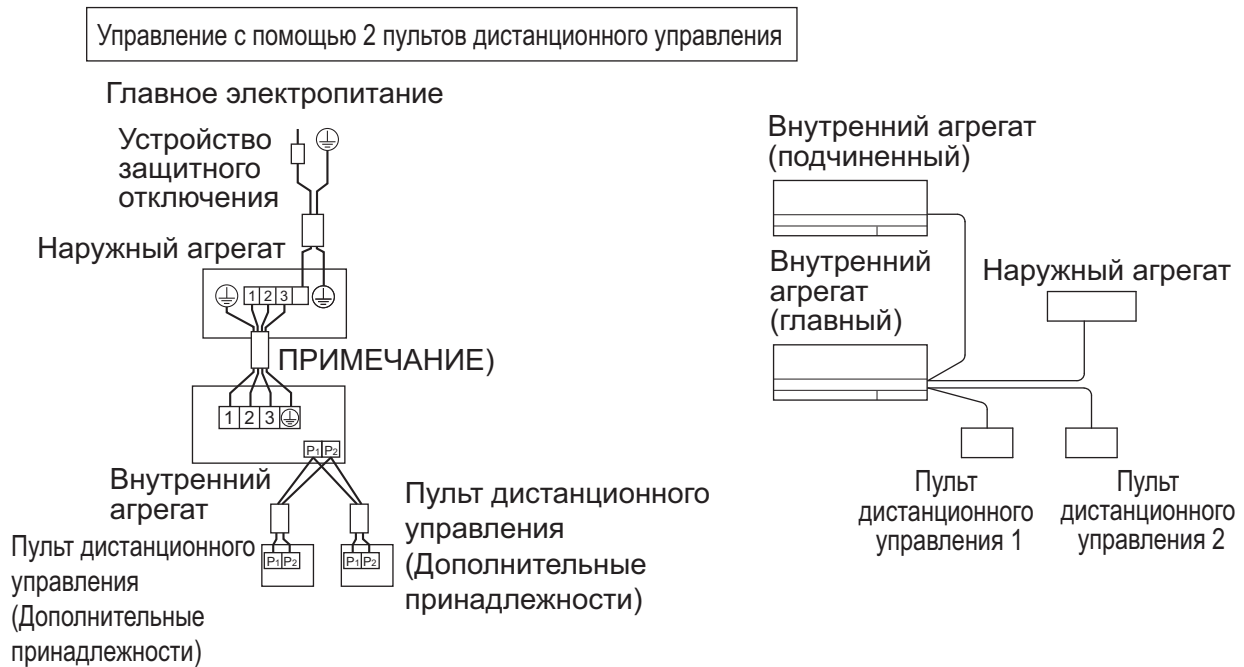

Рис. 29
(1) Снимите крышку блока управления. (См. раздел "5. УСТАНОВКА ВНУТРЕННЕГО АГРЕГАТА".)
(2) Подключить мостик между контактами (P1, P2) внутри блока управления для пульта дистанционного управления. (Полярность отсутствует) (См. рис. 29)